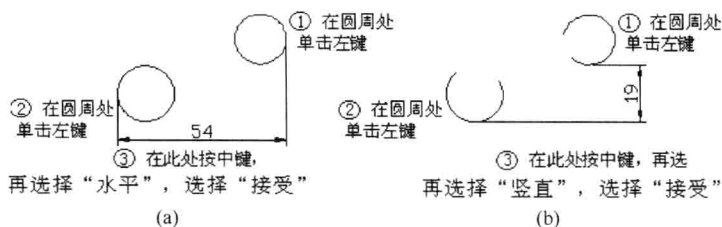

图 1-3 标注圆周到圆周的距離
11) 标注圆周到圆周的距離 按图 1-3 所示的①②③的顺序标注尺寸。